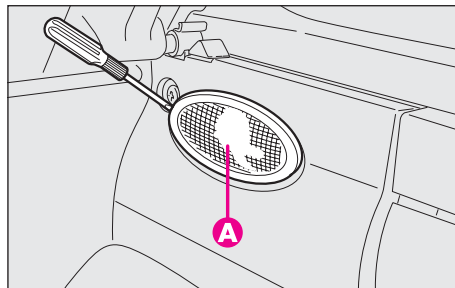

fig. 47
- sortir le plafonnier (A-fig. 47) en faisant levier au point indiqué;